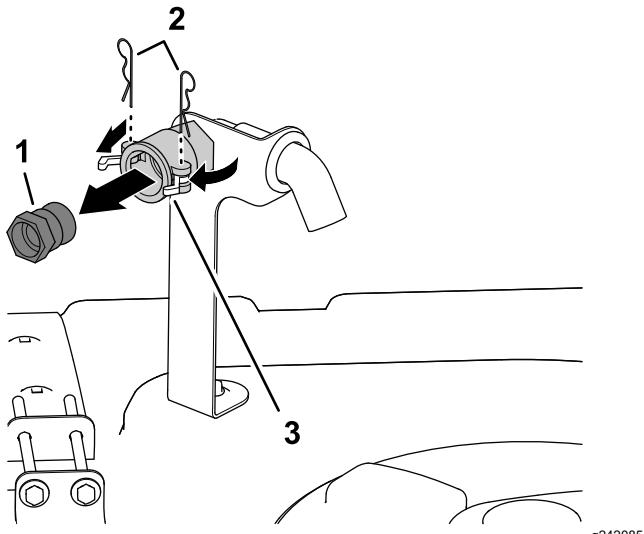

图 3
1. 在药缸盖的右前侧卸下用于固定防虹吸加水口插口快速断开耦合器闩锁的 2 个发卡销图 3。
2. 旋开闩锁从快速断开耦合器解除快速断开接头的锁定图 3。
3. 从快速断开耦合器取下快速断开接头图 3。
4. 关闭闩锁将发卡销装入快速断开耦合器的法兰图 3。